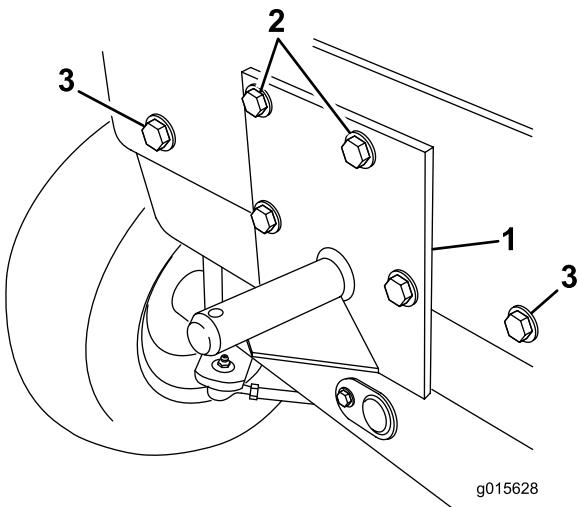

Figura 14
6. Posicione o suporte do depósito de recolha traseiro no chassis traseiro, conforme indicado na Figura 14, enquanto estiver a alinhar os 2 orifícios de montagem inferiores com os orifícios na estrutura. Usando o suporte como guia, localize, marque e fure os 2 orifícios restantes (9/16 pol.) na estrutura traseira.
7. Nos modelos 30343 e 30344 com números de série 260000001 e superiores, instale 2 parafusos (1/2 x 1-1/4 pol.) (do kit) e 2 conjuntos anteriormente retirados de anilhas de bloqueio (1/2 pol.) e anilhas de cabeça chata (1/2 pol.) nos orifícios da estrutura exteriores para fixar o peso interior (Figura 14).
- Nas unidades de tração com números de série 250000001 a 259999999, monte a parte superior do suporte do depósito de recolha traseiro na estrutura utilizando 2 parafusos (1/2 x 1-1/4 pol.), correia de montagem e 2 porcas de bloqueio (1/2 pol.) (Figura 14).
- Nas unidades de tração com números de série 260000001 e superiores, monte a parte superior do suporte do depósito de recolha traseiro na estrutura utilizando 2 parafusos (1/2 x 3 pol.), correia de montagem, 2 anilhas de cabeça chata (1/2 pol.) e 2 porcas de bloqueio (1/2 pol.) como se mostra na Figura 14.